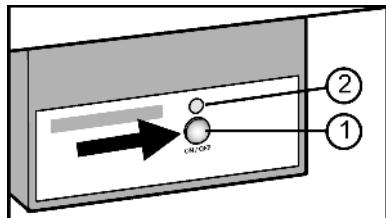

Fig. 13
- Нажмите и удерживайте кнопку On/Off Fig. 13 (1) так, чтобы светодиод Fig. 13 (2) загорелся.